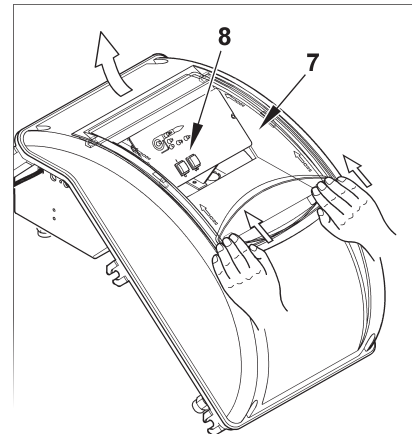

Fig.4
- 4) Pour refermer le couvercle du tableau électrique, visser les 4 vis (1) en exerçant un couple de serrage d'environ 5 Nm pour garantir une étanchéité correcte. A
ce point, pour accéder au panneau de commande (8), décrocher la porte transparente (7), en exerçant une légère pression avec les mains dans la direction des flèches indiquées figure 4, la faire coulisser sur un bref trajet puis la séparer du couvercle.